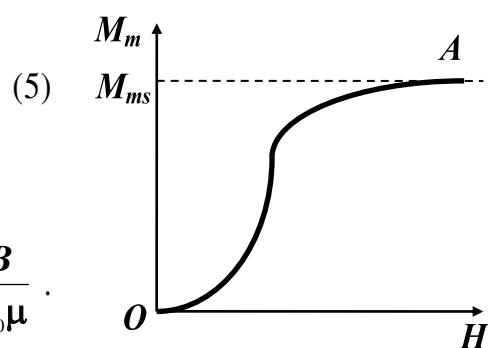

Рис.3
- 2) сложная нелинейная зависимость между  $M_m$  и  $H$  (рис. 3). По мере увеличения напряженности намагничающего поля намагченность сначала растет, а затем становится постоянной  $M_m = M_{ms}$  (насыщение). Заметим, что поскольку непосредственно  $M_m$  измерить сложно, на практике измеряют не намагченность, а связанную с ней величину  $B$  (см. (3)):  $B = \mu_0(M_m + H)$ . Зависимость  $B = f(H)$  изображена на рис. 2. Кривая  $OA$  называется основной кривой намагничивания;